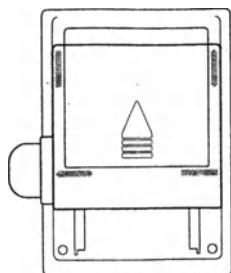

Рис. 3
- Чтобы активировать элементы питания снимите крышку батарейного отсека (см. Рис. 3, Рис. 3а) в нижней части прибора и вставьте 4 щелочных батареи типа AA LR6, соблюдая полярность (см. символ в батарейном отсеке).
Рис. 3а